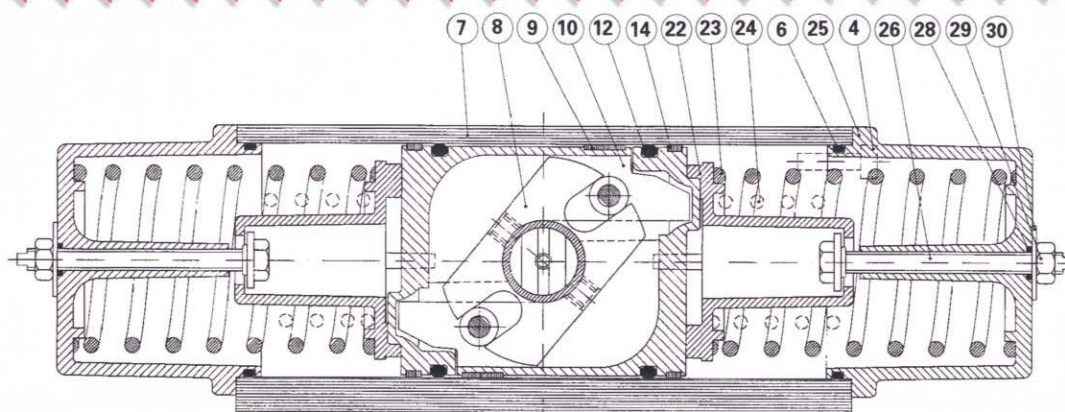

Рис.3
В SR-приводах поршни повернуты на  $180^{\circ}$  по отношению к DA-приводам, в соответствии с рис.3 на стр.3. Это приводит к увеличению момента вращения в конце движения поршней, несмотря на то, что сила воздействия пружины - уменьшается. Когда поршни в SR-приводе смонтированы в соответствии с рис.1 на стр. 2, назначение меняется с "пружина закрывает" на "пружина открывает". Регулировка крайних положений производится в позиции "закрыто".
Если поршни в DA-приводе смонтированы в соответствии с рис.3 на стр.3 то точная регулировка выполняется при положении клапана "открыто". Привода могут поставляться отрегулированными в обоих крайних положениях, по требованию заказчика. Возможность поворота поршней может быть использована по разному, для приспособления приводов к требованиям заказчика. Для получения дополнительной информации об этом, пожалуйста обращайтесь за консультацией на предприятие.
4. Смонтируйте поршень в соответствии с рис.3 на стр.3